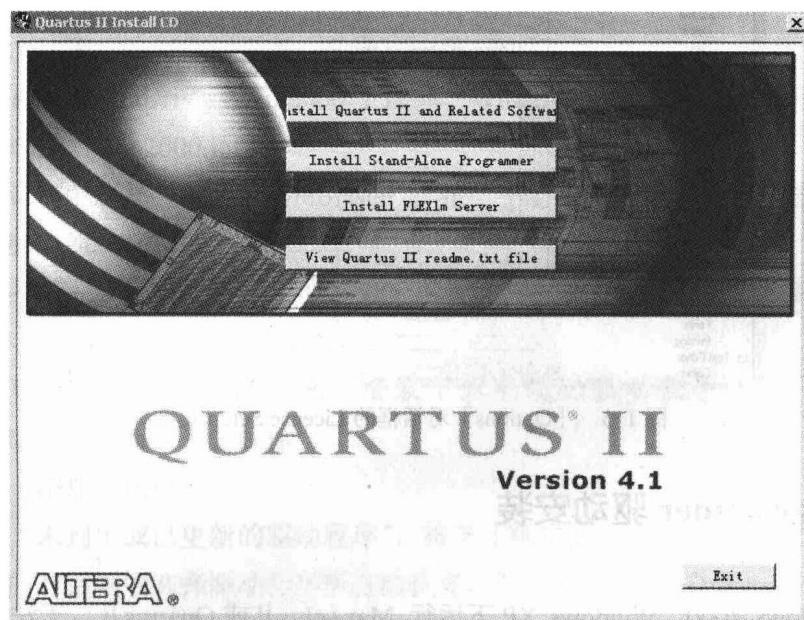

图 1-2 Quartus II 安装界面
(1) 将 Quartus II 设计软件的光盘放入计算机的光驱中，Quartus II 安装光盘将自动启动安装界面 (如图 1-2 所示，但如果没有启动界面，可在安装目录下双击 “install.exe” 文件)。